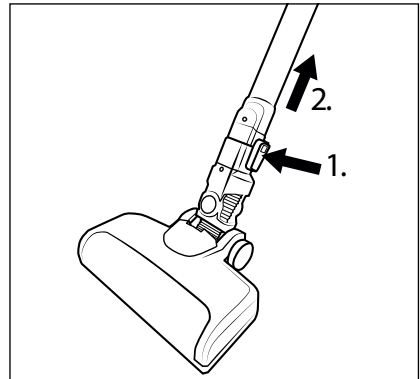

Fig. 12
- ◆ Per rimuovere la spazzola per pavimenti  dal tubo di aspirazione , tenere premuto il tasto di sblocco della spazzola per pavimenti  e sfilare il tubo di aspirazione  dalla spazzola per pavimenti  (vedere fig. 12).